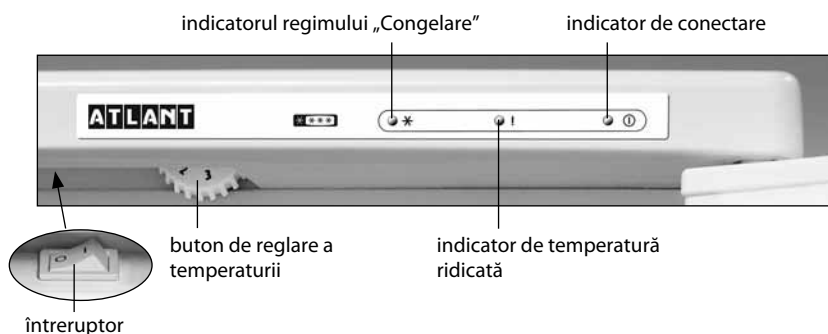

Figura 3 – Elemente de comandă a congelatorului
2.1.1 Elementele de comandă în conformitate cu figura 3 sunt:
2.2.1 Pentru a porni congelatorul trebuie de conectat acesta la rețeaua electrică – se va aprinde indicatorul de conectare în conformitate cu figura 3.
2.4.1 Conectarea regimului „Congelare” se efectuează prin apăsarea întrerupătorului spre indicele „I” – se aprinde indicatorul regimului, la apăsare spre indicele „0” regimul se deconectează și indicatorul se stinge în conformitate cu figura 3.